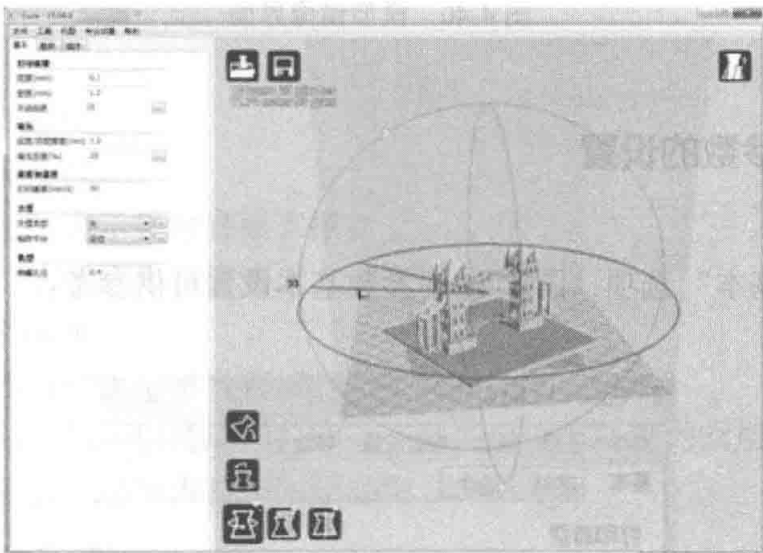

图 4-38 模型翻转界面
(1) 模型翻转。点击左下角的模型翻转图标 ，出现模型平躺 ，模型重置 ，同时在模型周围出现红黄蓝三个圆圈，分别代表沿 XYZ 轴旋转。如图 4-38 所示，正在沿着红色圆圈旋转 30°角。直接用鼠标操作的时候，这里按照 5°为单位进行旋转。如果需要更精细的控制，可以按下键盘上的 Shift 键，这时就可以按照 1°为单位做更细致的操作。